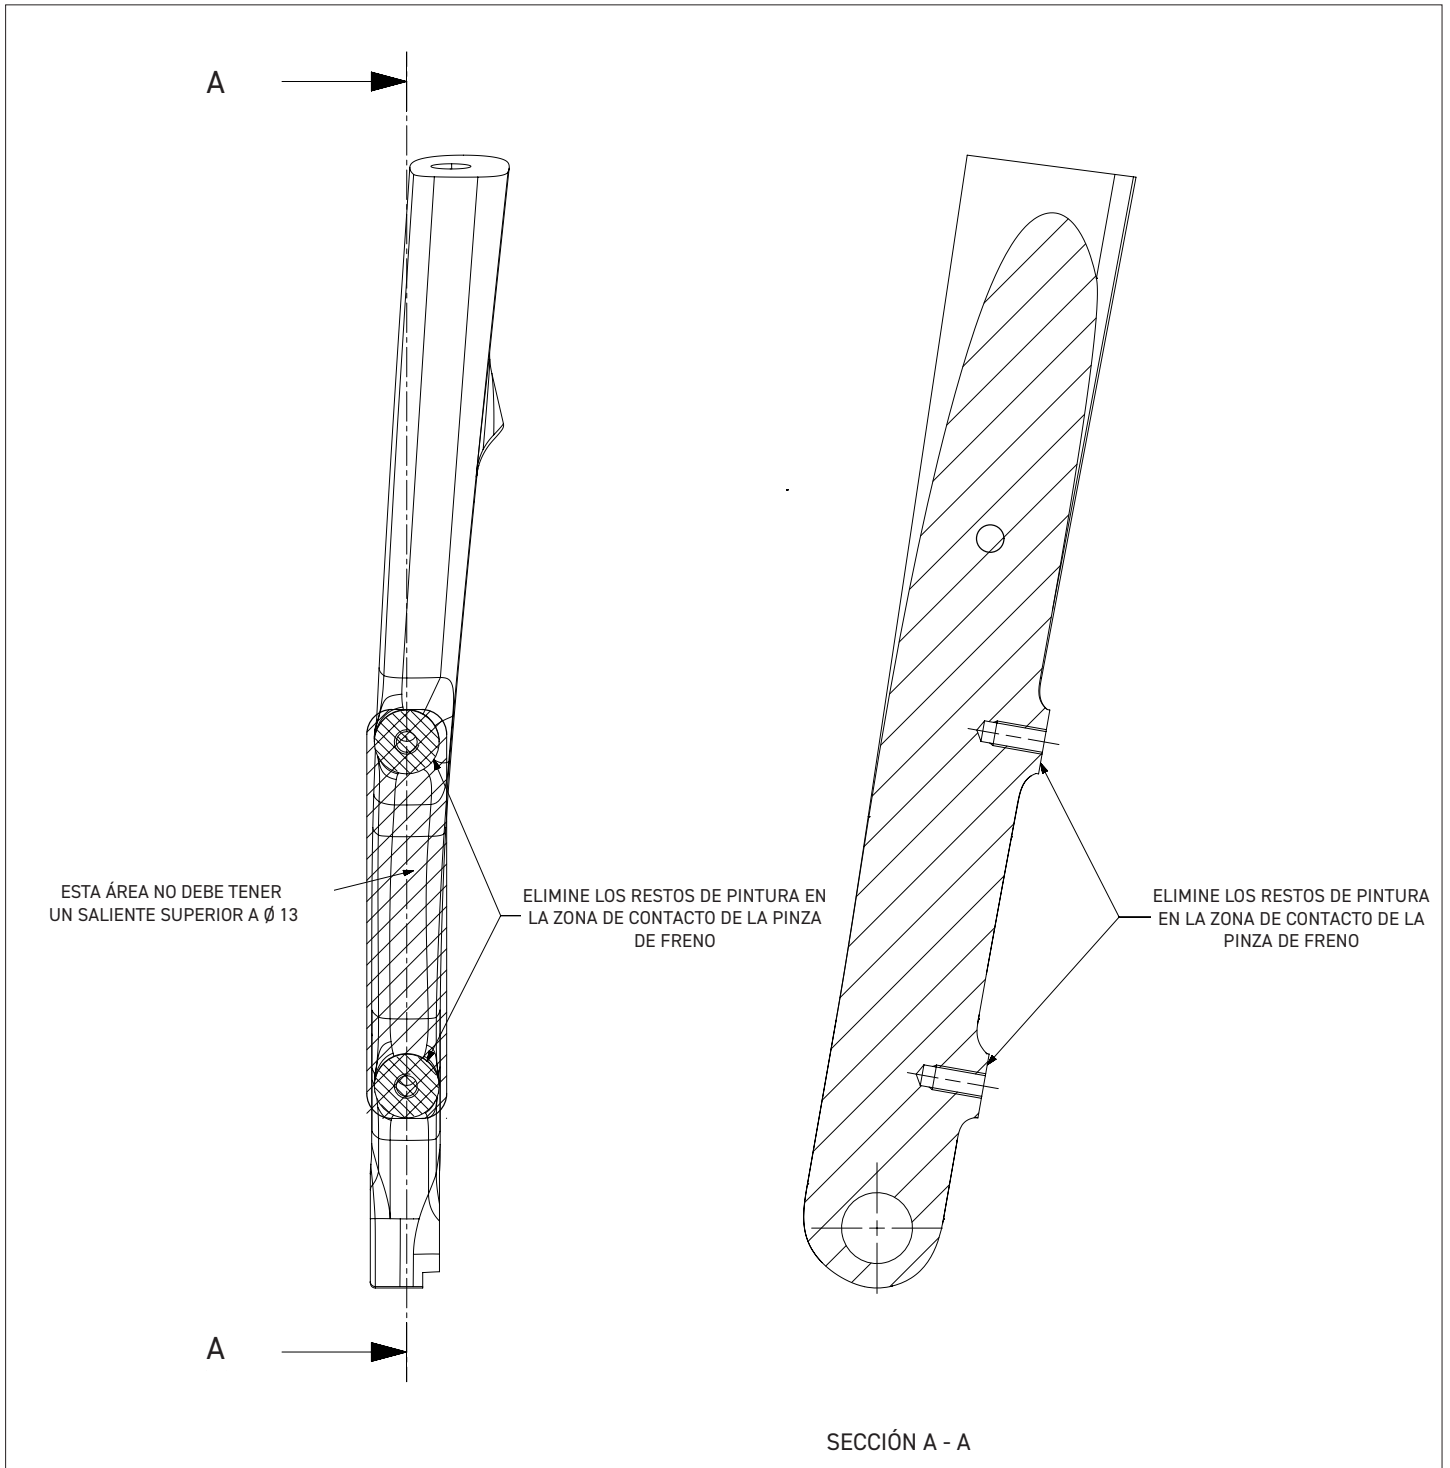
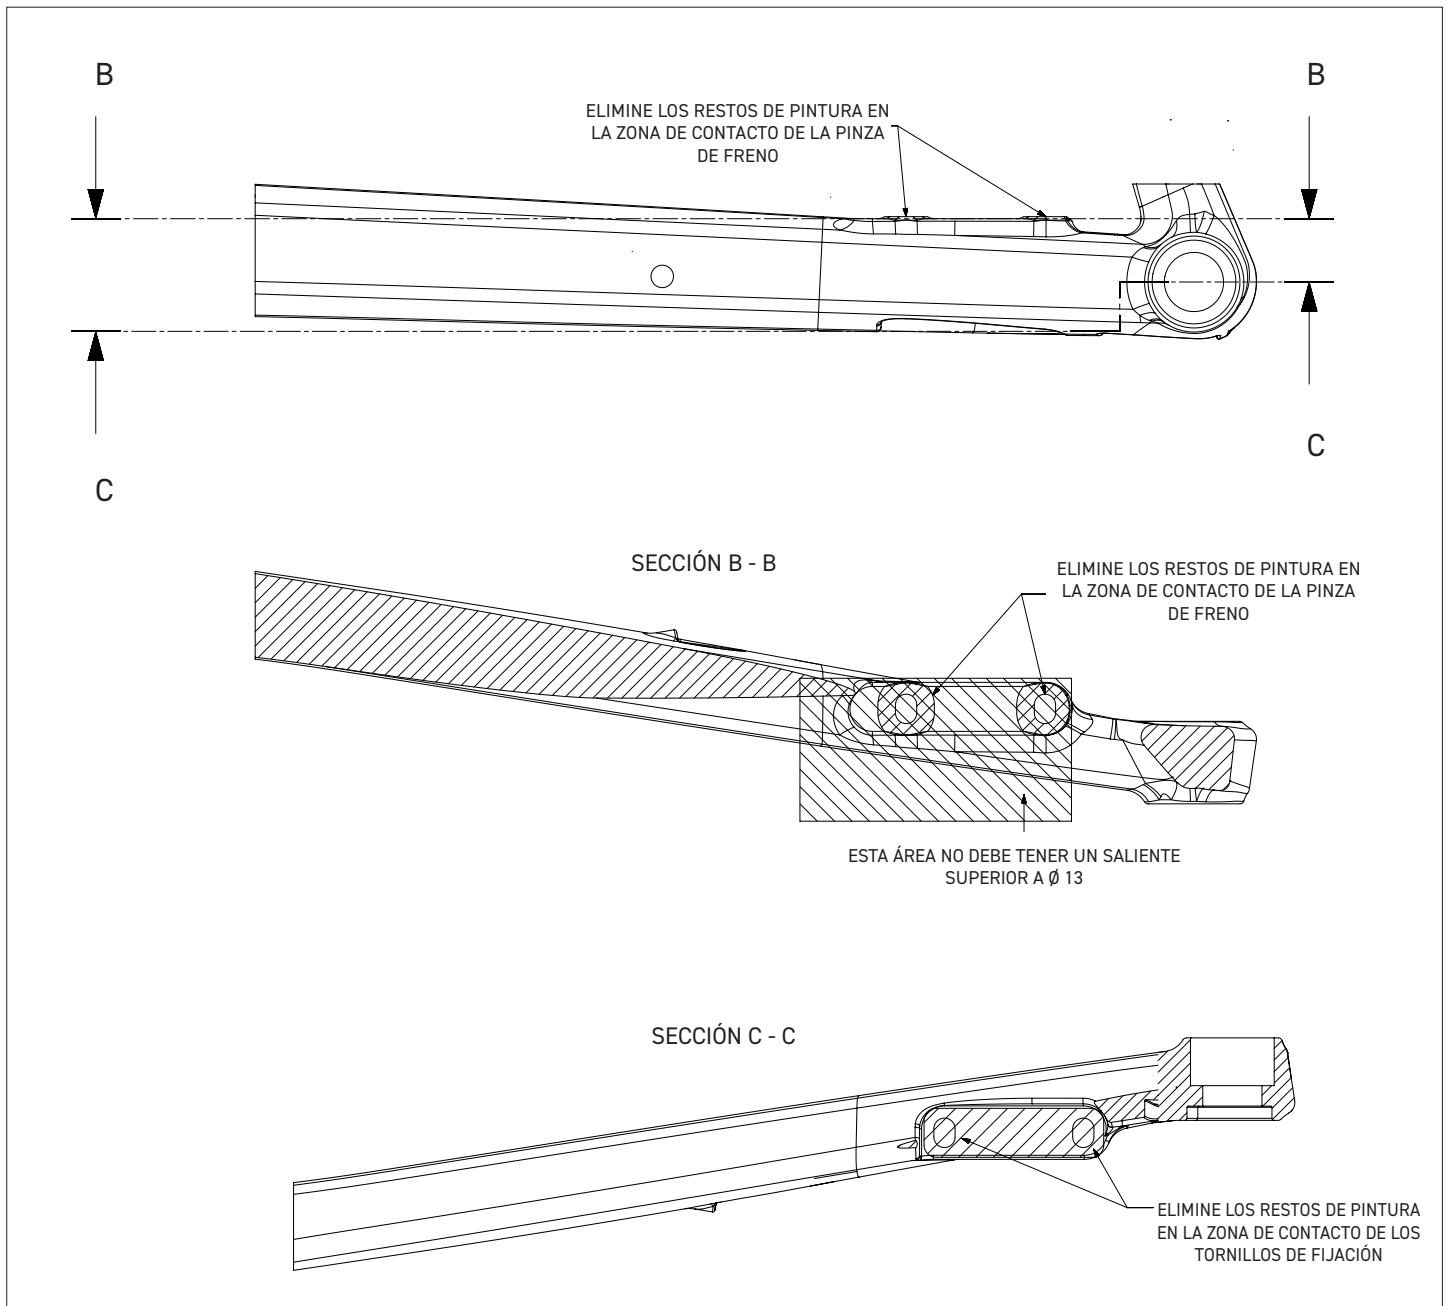

Fig.1
Fig.1.1
• Elimine todo resto de pintura de las zonas donde se vayan a instalar las pinzas en la horquilla delantera y en la funda inferior izquierda. Elimine también los restos de pintura de la parte inferior de los orificios de la funda inferior donde se apoya la cabeza de los tornillos de la pinza trasera (Fig. 1 / Fig. 1.1).